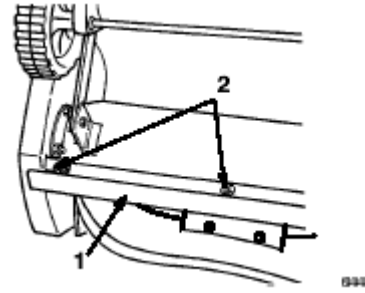

图21
- 8、取下紧固刮板的3个螺栓和锁紧螺母。（图21）
- 3、拔下火花塞导线，取下火花塞。(图21)
- 5、拔下火花塞导线。（图21）